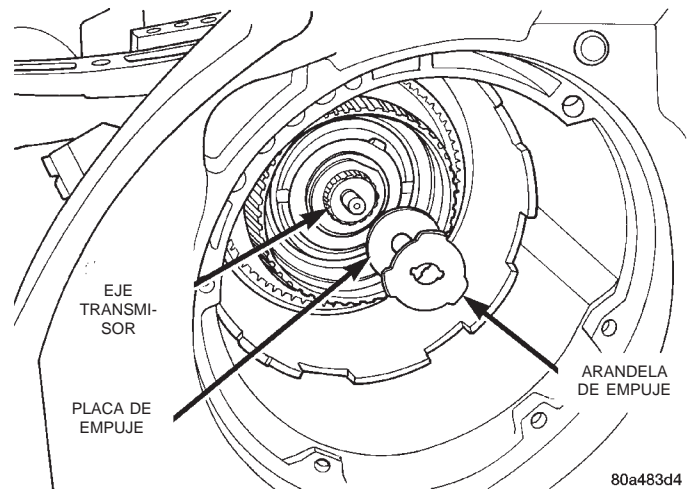

Fig. 77 Placa de empuje y arandela del eje transmisor
(20) Retire del eje transmisor (o desde la maza del embrague trasero) la arandela de empuje del eje transmisor (Fig. 77).
(21) Retire de la maza del eje transmisor la placa de empuje y la arandela del eje transmisor (Fig. 77).